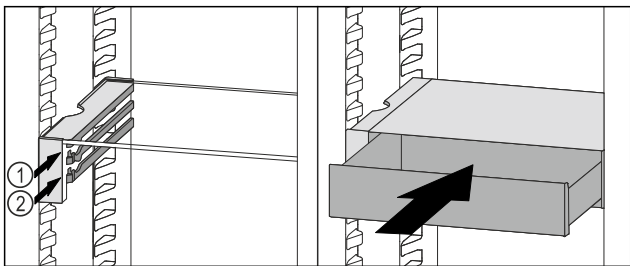

Fig. 61
- ▶ Установите выдвижной ящик VarioSafe за стопоры на требуемый выступ Fig. 61 (1) или Fig. 61 (2).